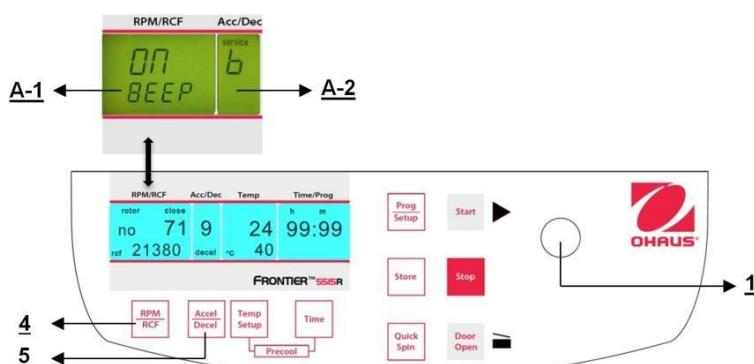

Figure. 38
Poursuivre conformément à la description du paragraphe 4.1. 1 pour entrer dans ce mode de programme et appuyer ensuite sur la touche "Accel/Decel" (5). Sur l'affichage "Acc/Dec" (A-2), le mot "Service" clignote. Sélectionner maintenant la lettre "B" avec le bouton de réglage (1). Ceci entraîne l'apparition des mots "ON/BEEP" sur l'affichage "RPM | RCF" (A-1). Après avoir appuyé sur la touche "RPM | RCF" (4), l'utilisateur peut mettre le son du clavier sur Marche ou sur Arrêt avec le bouton de réglage (1). (voir la figure 38)